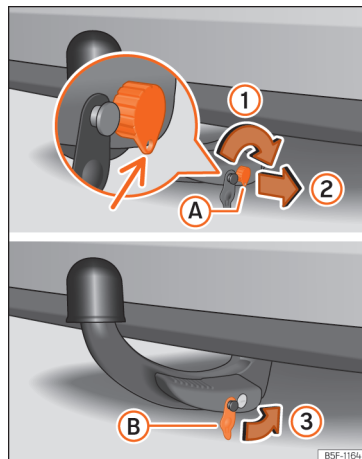

Abb. 255 Anhängerkupplung anbringen Schritt 2
- Drehen Sie den Schlüssel nur eine halbe Umdrehung nach rechts, bis sich das Loch des Schlüssels unten befindet » Abb. 255 (1).
- Ziehen Sie den Zündschlüssel ab (2).
- Setzen Sie die Abdeckung (B) auf das Schloss (3) » Abb. 255 » (1).